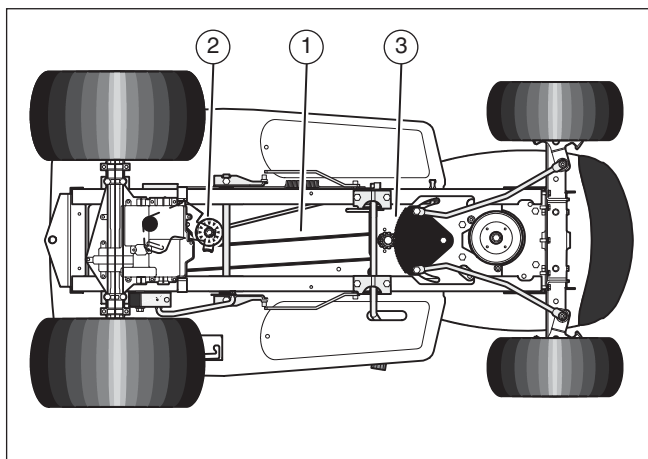

Figure 21
13. Vérifier le cheminement de la courroie motrice (1) (Figure 21). S'assurer que la courroie motrice soit bien en place sur la poulie accessoire (2). S'assurer que le manche de direction (3) soit à l'intérieur de la courroie motrice.